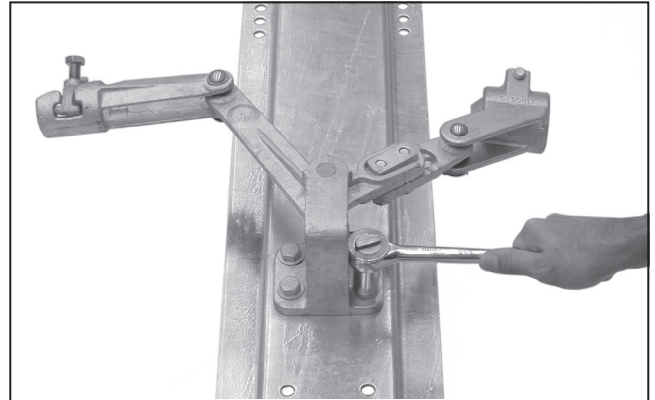

Figura 5. Sujeción del ensamble de la palanca angular.
PASO 3. Sujete el ensamble de la palanca angular a su base o ménsula (solamente para disposiciones para montaje en poste). Ver Figura 5.